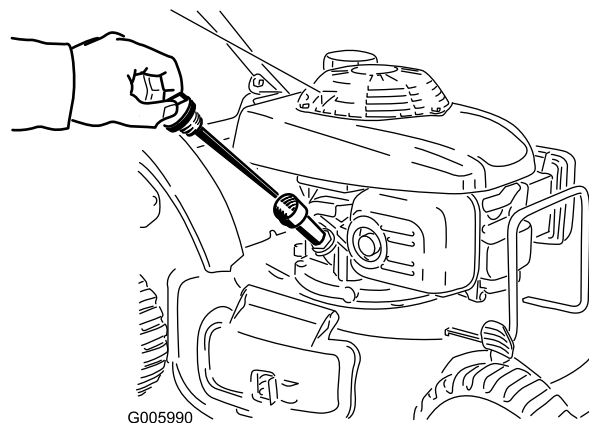

Figura 35
2. Retire la varilla (Figura 35).
4. Vierta aceite **lentamente** por el tubo de llenado de aceite, comprobando el nivel con la varilla de vez en cuando, hasta que la varilla indique que el motor está lleno, tal como muestra Figura 35. **No llene demasiado.** (Capacidad máxima: 0,55 l (20 onzas), tipo: SAE 30W, aceite detergente con clasificación de servicio API SH, SJ, SL o superior.)